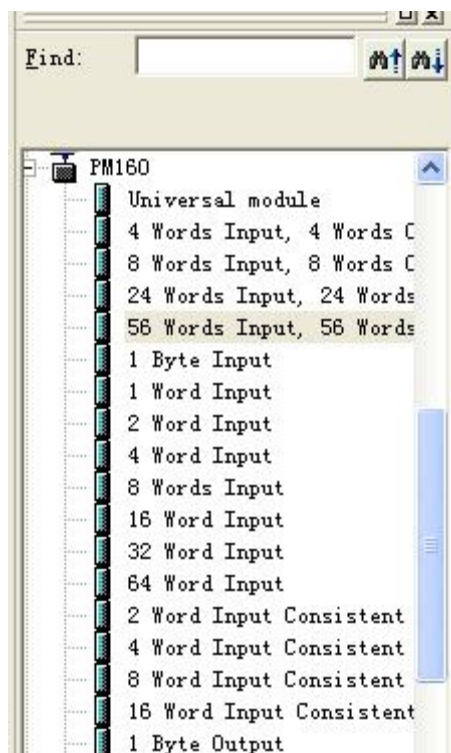

图 6
6. 您可以在这里找到您注册的设备，右侧窗口 /PROFIBUS DP/Additional Field Devices/Converter/HPM-610/, 如图 6 所示